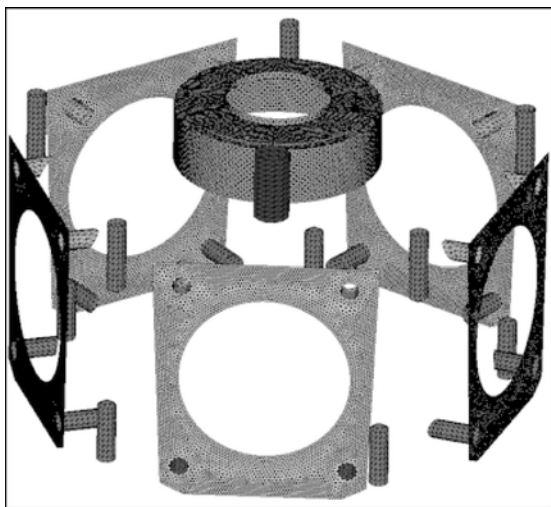

图 5-130 Mesh Features 结果
- （6）查看网格剖分结果。此时视图区域中的模型应与图 5-130 一致。